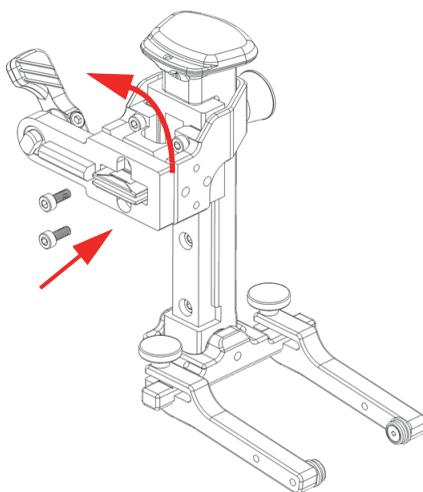

図 2-20 SLA ブラケットの左右反転
2. SLA ブラケットを 180 度回転します (56 ページの図 2-20)。
3. 2つのネジを所定の位置に戻します (56 ページの図 2-20)。